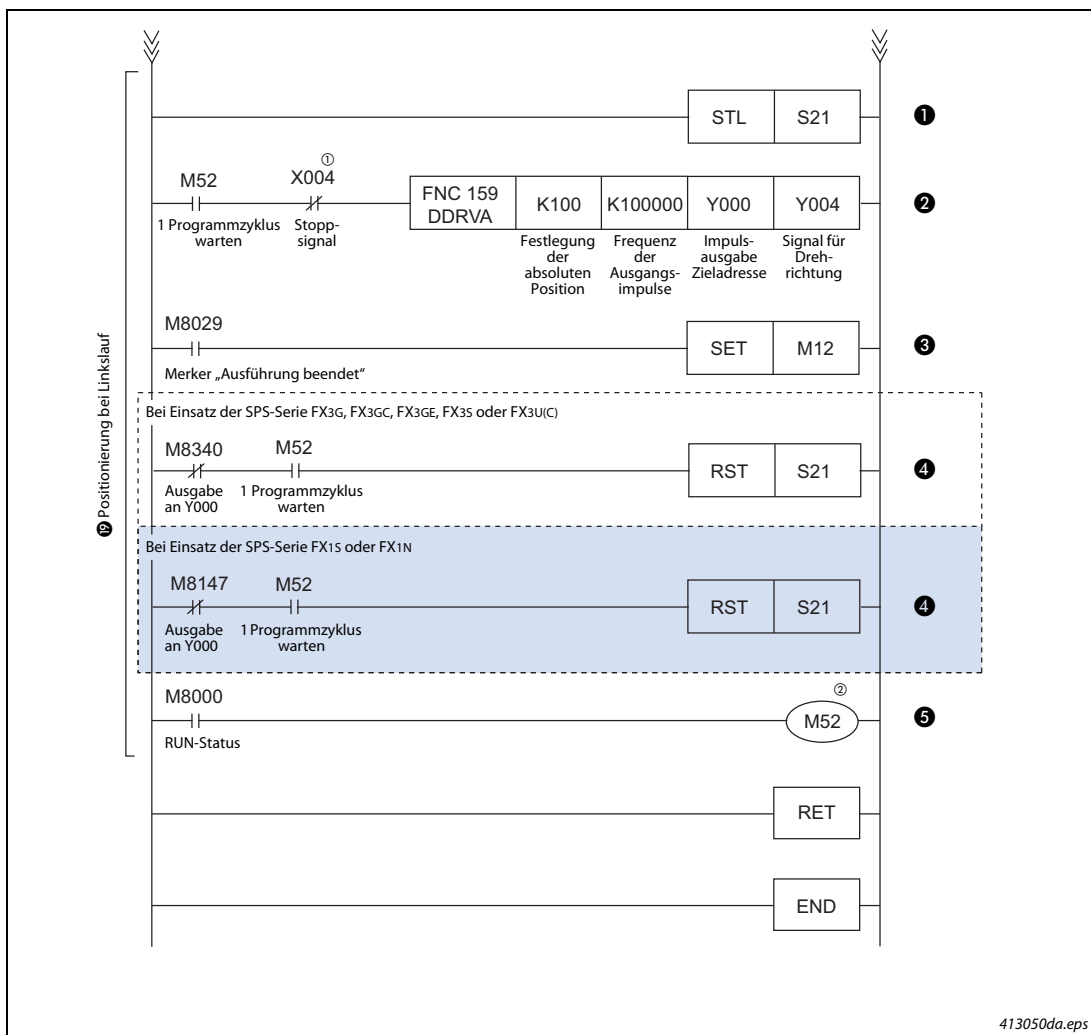

Abb. 4-6: Kontaktplan des Programmbeispiels (4)
- ③ Siehe Kennzeichnung 19 im Kontaktplan in Abb. 4-6 (4).
Tab. 4-9: Beschreibung des Kontaktplans in Abb. 4-6